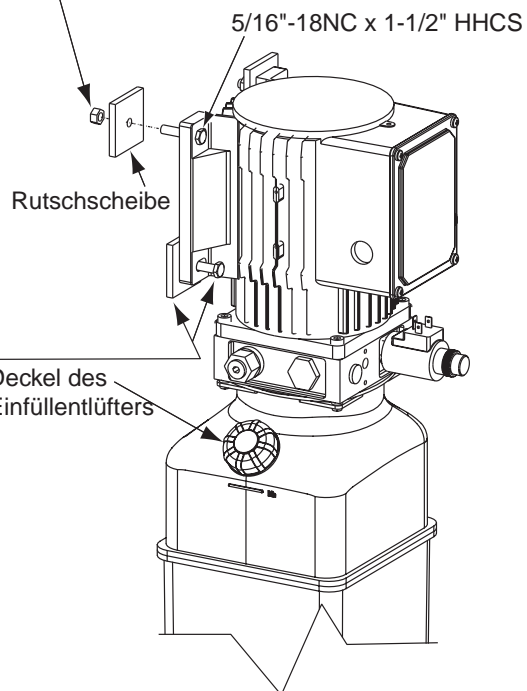
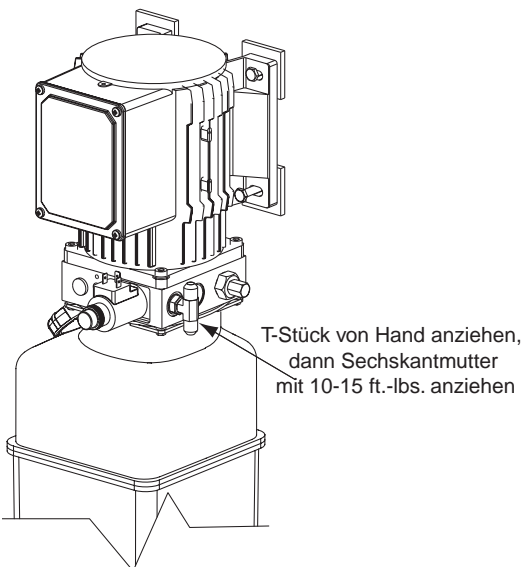

Abb. 7
Abb. 8
8. Stromversorgungseinheit E-Serie: (4) 5/16" - 18NC x 1 - 1/2" HHCS in die Löcher in der Halterung der Stromversorgungseinheit einsetzen (Abb. 7). Rutschscheiben und Sicherheitsmutter gemäß Abb. 7 an den Schrauben befestigen. Den T-Abzweig montieren und manuell anziehen und Öl pumpen bis der O-Ring an der richtigen Stelle fixiert ist (Abb. 8). Dann die Sicherheitsmutter weiter mit max. 13,5 – 20,3 Nm (10 – 15 ft.-lbs) anziehen oder bis die Mutter und Sicherungsscheibe gegen den Pumpenverteiler anschlagen.